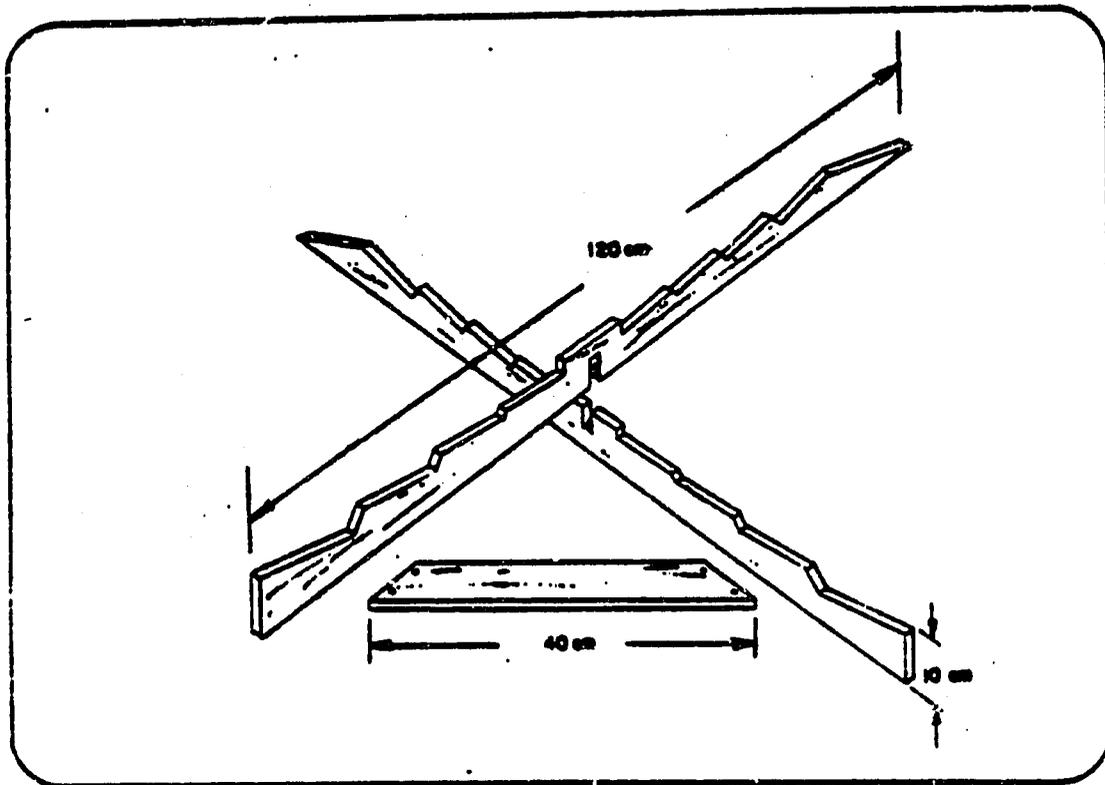

FIGURE 5
- a) Coupez les deux pieds, en utilisant le modèle ci-inclu. (Vous voulez peut-être couper le modèle sur la feuille métallique). Utilisez des morceaux de bois de 2cm x 12cm x 152cm. Au centre, emboîtez un pied en haut et un autre en bas comme il est indiqué à la figure 5.
- b) Assemblez les deux pièces ensemble dans des encoches de 2cm. Découpez une attache en bois d'environ 40cm de long (avec des bouts de 45 degrés si vous voulez) et fixez-la derrière les pieds afin que les pieds forment un angle de 90 degrés exactement (Voir fig. 5).